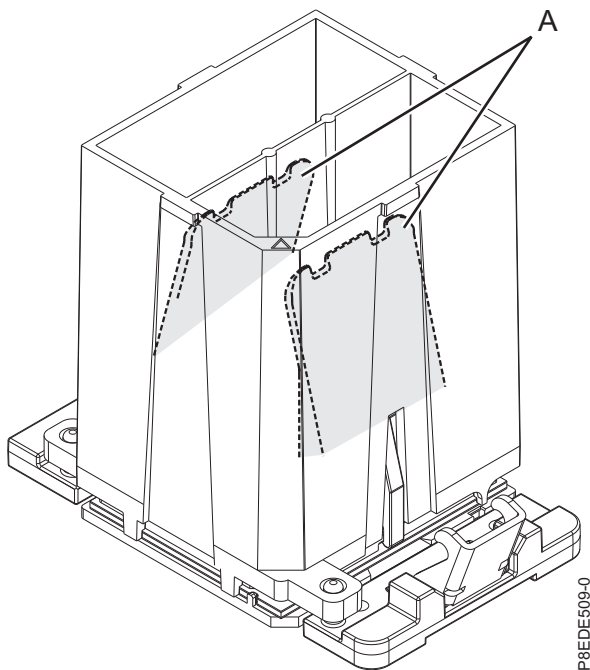

Abbildung 15. Werkzeug vom Systemprozessormodul trennen
- c. Nachdem die Löcher des Werkzeugs und des Systemprozessormoduls und die Führungsstifte ordnungsgemäß ausgerichtet sind, drücken Sie die beiden blauen Lösehebel (**A**) zusammen und halten Sie sie gedrückt, bis sie in einer stabilen Position sind, siehe Abb. 15 auf Seite 16. Heben Sie dann das Werkzeug an und trennen Sie es vom Systemprozessormodul.